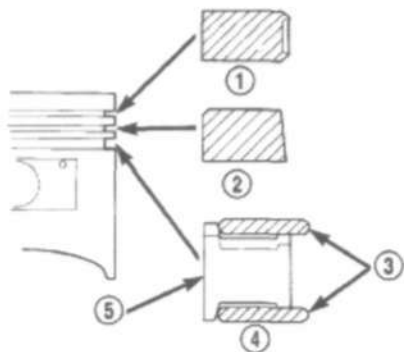

Рис. 68 Установка поршневых колец
- (1) Установить кольца заводской маркировкой вверх к верхней части поршня (Рис.68).
- (2) Установить боковую планку, поместив один конец между канавкой поршневого кольца и кольцераширителем. Зафиксировать конец и нажать на устанавливаемый участок вниз так, чтобы боковая планка встала на место.